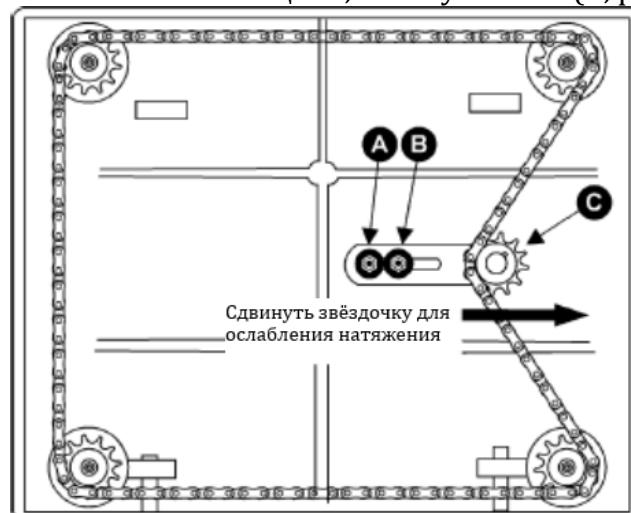

Рис. 21
2. Вывернуть болты, крепящие рейсмусовый станок к станине. Осторожно наклонить станок на сторону для получения доступа к нижней стороне основания (рис. 21).
3. Вывернуть болт (A, рис. 20) и ослабить болт (B, рис. 21), что даст возможность перемещать узел паразитной звёздочки (C, рис. 21) на достаточное для ослабления цепи расстояние.
6. При получении точной регулировки провести цепь вокруг угловой звёздочки, надеть паразитную звёздочку (C, рис. 21) для натяжения цепи, затянуть болт (B, рис. 21) и ввернуть и затянуть болт (A, рис. 21).